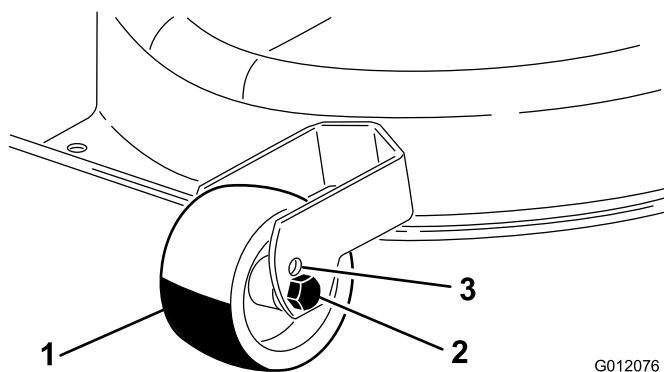

Figure 10
- Pour utiliser la hauteur de coupe 1 ou 2, placez les roues de jauge dans les trous supérieurs (les plus élevés) des supports (Figure 10).
- Pour utiliser les hauteurs de coupe 3 à 7, placez les roues de jauge dans les trous inférieurs (les plus bas) des supports (Figure 10).